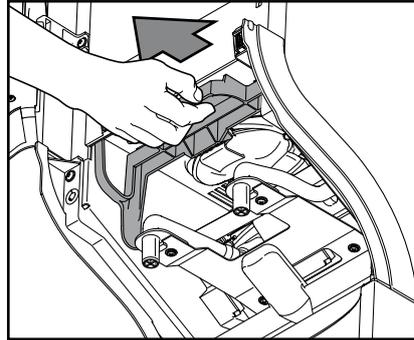

Fig. 37
- c. Puxe o bloqueio para soltar toda o console do agitador. (Fig. 37)